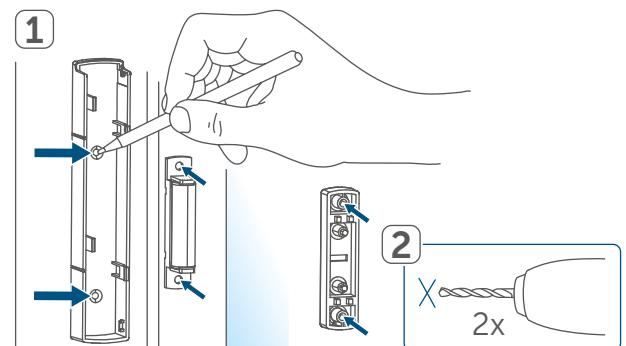

Figure 9
- Détachez le support (A) du module électronique (B) en le poussant vers le haut et en le retirant vers l'avant (*voir figure*).
- Insérez deux piles neuves de 1,5 V LR03/Micro/AAA dans le compartiment à piles (F) conformément aux repères de polarité (voir Figure 9).